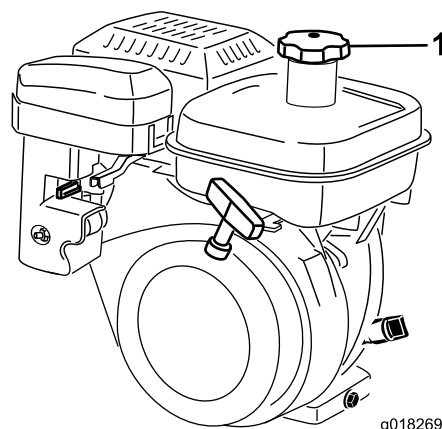

Figure 22
1. Nettoyez la surface autour du bouchon du réservoir de carburant et enlevez le bouchon (Figure 22). Faites le plein avec de l'essence sans plomb sans dépasser la base de la crêpe du filtre. Ne remplissez pas excessivement.